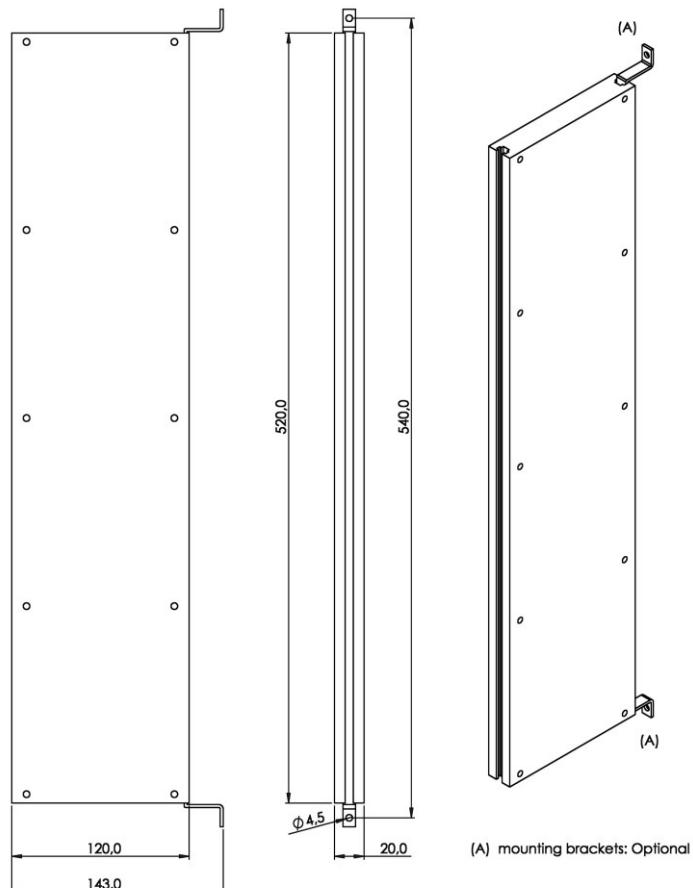

FIG. 1-Dimensioni resistenza di frenatura UL / UL braking resistor dimensions
In FIG.1 poi sono riportate le dimensioni della singola resistenza.
**FIG.1** shows the dimensions of the UL braking resistor.